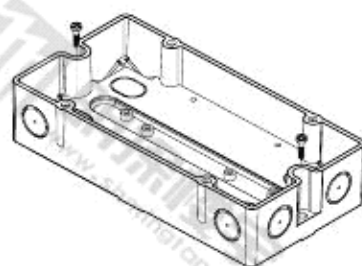

图 4
3. 使用两颗螺钉 (M4) 将其固定在平整表面 (图 4)。安装孔距离: $182.0 \pm 1.0\text{mm}$ 。